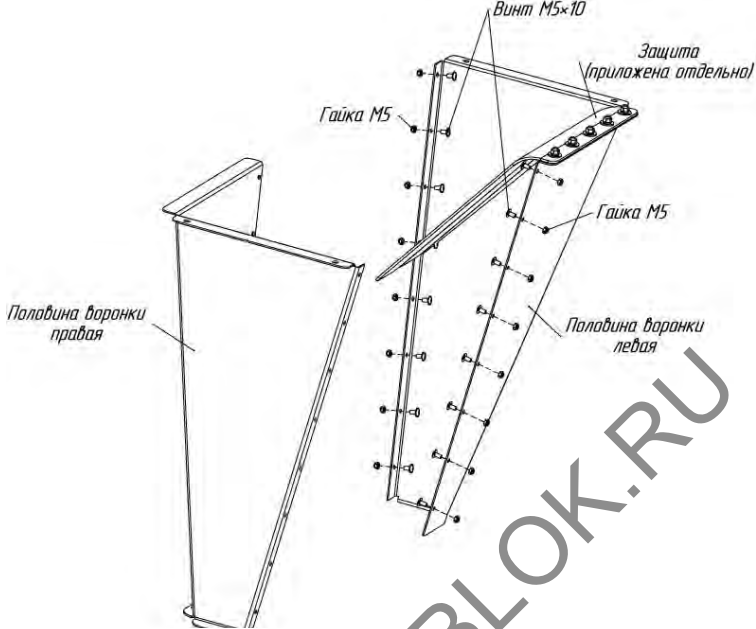

Рис.4 Сборка воронки.
5. Установите защиту на левую половину воронки и зафиксируйте ее болтами, шайбами и гайками. Соберите правую и левую половину воронки, соединив их между собой винтами и гайками (рис.4).